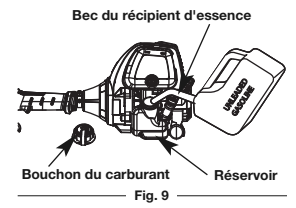

Fig. 9
- Déposez le bouchon à essence (Fig. 9).
- Placez le bec du récipient d'essence dans l'orifice du réservoir (Fig. 9) et remplissez celui-ci.